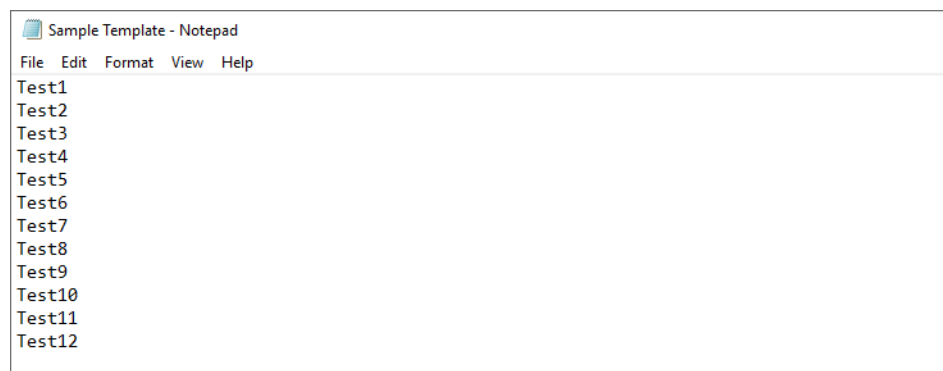

Figure 80 Format de fichier .txt (une seule rangée de noms, sans numéros de puits ni numéros de rangée).
- Pour un fichier .txt, les noms d'échantillon doivent être disposés dans une seule colonne (**Figure 80**).